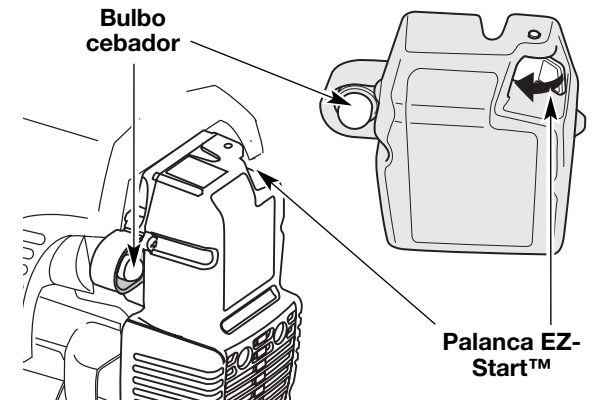

Fig. 10
4. **Empuje la Palanca azul de EZ-Start™ hacia la primera bombilla** hasta que haga un clic y quede trabada en su lugar (Fig. 10).